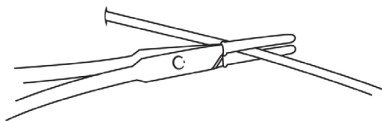

Fig. 1
1. Preparar el área. Pinzar firmemente el catéter cerca de su entrada en la superficie cutánea empleando unas pinzas con goma de protección (Fig. 1).